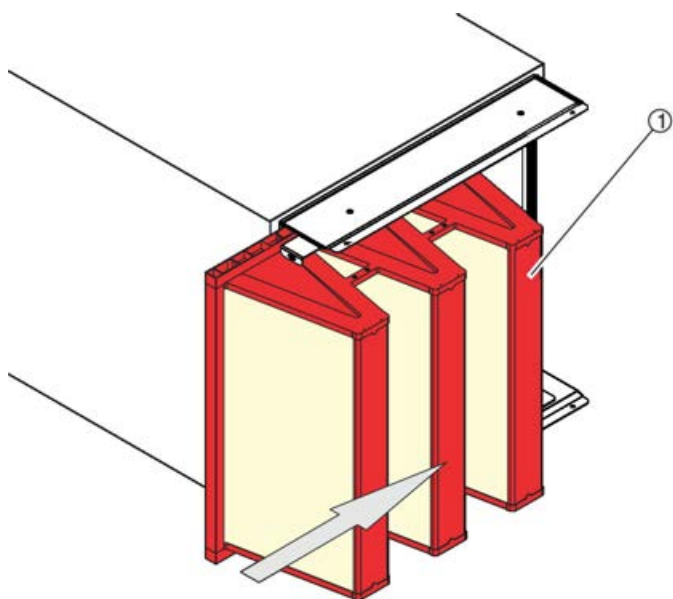

Fig. 18: Sustitución del filtro
6. ▶ Deslice el nuevo filtro ( Fig. 18 /1) desde el lateral.